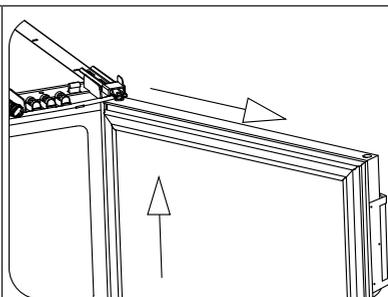

Рисунок 6
3. Движением вверх и на себя (см. рис. 6) снимите дверь с оси нижнего кронштейна.